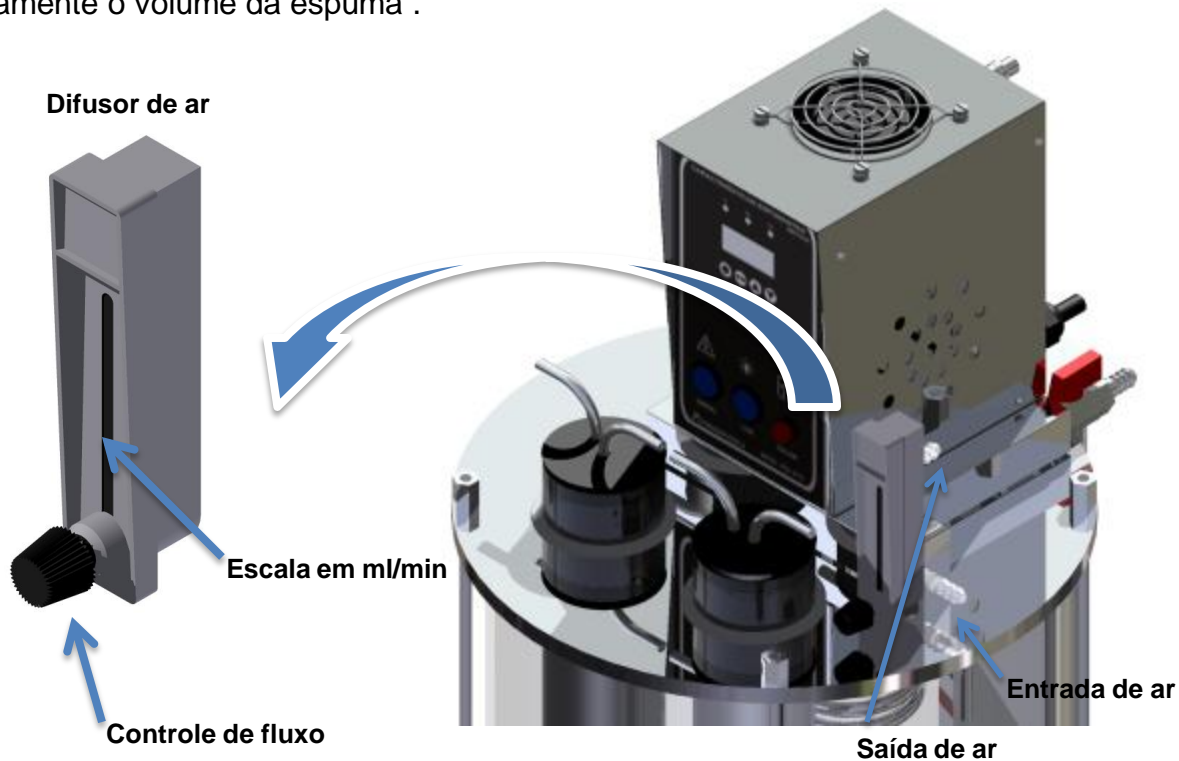

Figura 2
**6.3.2** Verter a amostra para o cilindro de 1000 ml até o menisco estar na marca de 190ml. Imergir o cilindro no mínimo até a marca de 900 ml no banho mantido a  $(24,0 \pm 0,5)^{\circ}\text{C}$ . Quando o óleo atingir a temperatura do banho, inserir o difusor de gás e o tubo de entrada de ar com a fonte de ar desconectada e permitir ao difusor de gás embeber-se na amostra por 5 min. Conectar o tubo de saída de ar ao aparelho medidor de volume (figura 2). Ao final de 5 min, conectar a fonte de ar, ajustar o fluxo para  $(94 \pm 5)\text{ml}/\text{min}$  e forçar a passagem de ar limpo e seco através do difusor de gás por 5 min  $\pm$  3s, contados a partir do aparecimento das primeiras bolhas de ar subindo do difusor de gás. Ao final deste período, interromper de ar desconectando a mangueira do medidor de vazão e anotar imediatamente o volume de espuma, isto é, o volume entre o nível de óleo e o topo da espuma. O volume total de ar que passou através dos sistema deve ter sido de  $(470 \pm 25)$  ml. Deixar o cilindro em repouso por 10 min  $\pm$  10s e anotar novamente o volume da espuma.